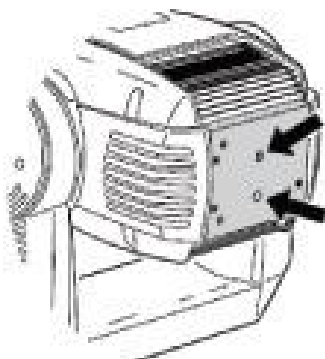

图 7 调整灯泡螺丝
4. 按图 7 所示调整三个螺丝的进出，以获得最大均匀的光斑